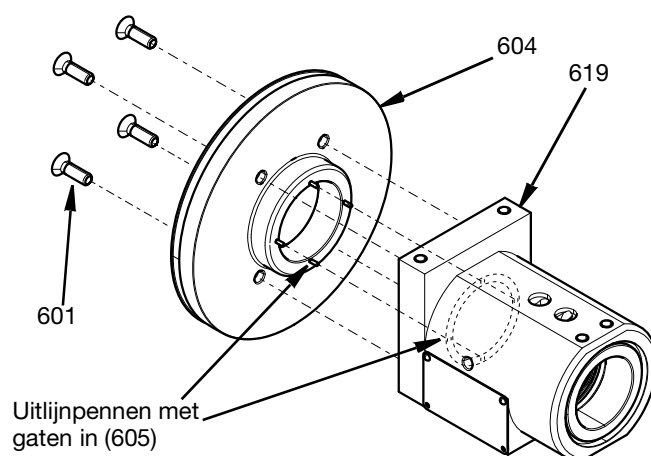

FIG. 23
3. Sluit het lagerhuis (604) met vier M5-schroeven (601) aan op de wartelbehuizing (619). Draai aan tot 3,3 N•m (29,2 in-lbs). Let op de vier pennen in het lagerhuis en vergrendel de vier gaten in de adapter van de luchtringverdelers (605). Zie FIG. 23.